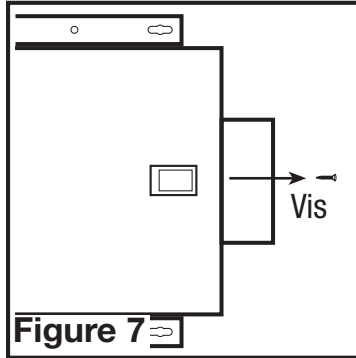

Figure 7
- Déterminez le CFM requis. L'unité peut être réglée de 40 CFM à 120 CFM par incréments de 10 CFM. Retirez la vis qui retient le couvercle du panneau d'accès et ouvrez le couvercle pour y accéder. Localisez le panneau de contrôle de vitesse à l'intérieur de l'unité (**Figure 7**).